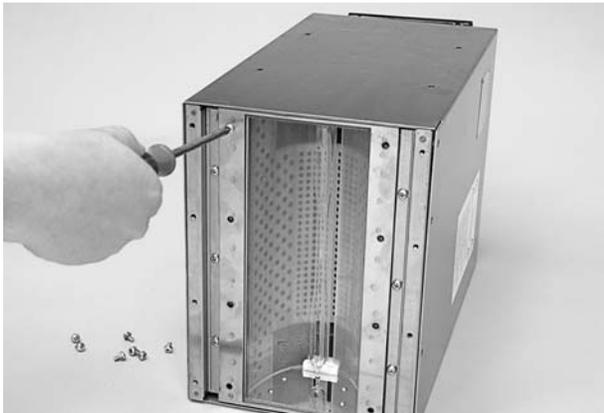

Figure 4-1 Dépose de l'écran HF
2. Voir la figure 4-1. Orienter ou placer le logement de lampe de manière à ce que la totalité de la zone de l'ampoule soit exposée et accessible.